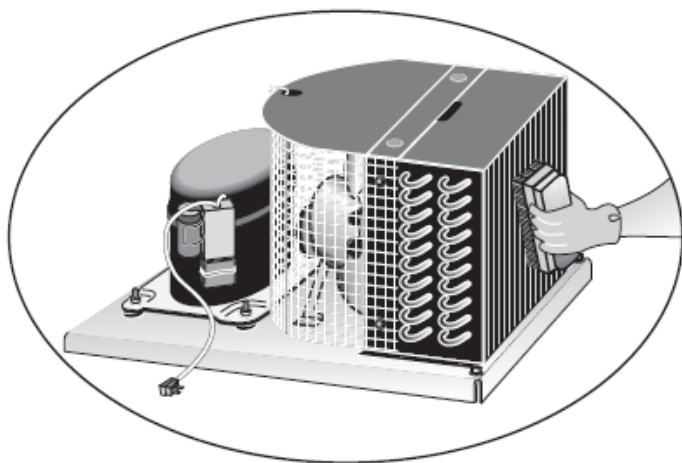

Рис. 2. Щеткой с жесткой щетиной тщательно очистить передние ребра змеевика конденсатора от накопившейся грязи.
3. Щеткой с жесткой щетиной тщательно очистить передние ребра змеевика конденсатора от накопившейся грязи. См. рис. 2.